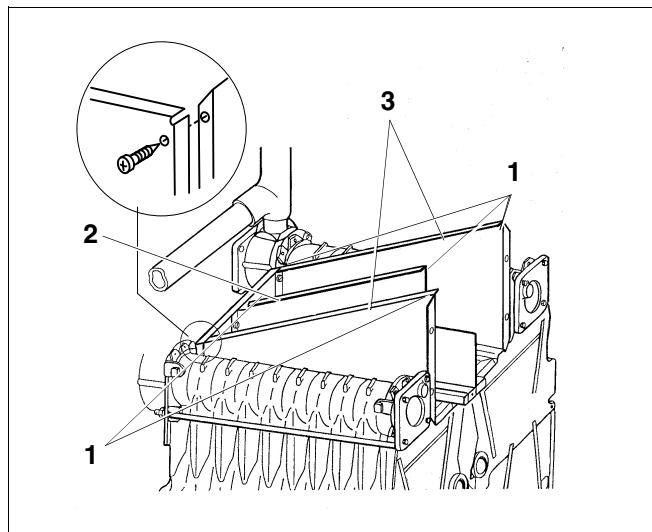

Fig. 35 Montage des panneaux latéraux
- Introduire d'abord l'un, puis l'autre panneau latéral (fig. 35, **pos. 3**) dans la rainure de guidage et les visser au panneau avant (fig. 35, **pos. 2**) avec des vis à tête plate 3,9 x 9,5.
- Introduire les écrous cage M6 (fig. 35, **pos. 1**, selon la taille de la chaudière, 5 ou 7 écrous) .
Légende pour la fig. 35